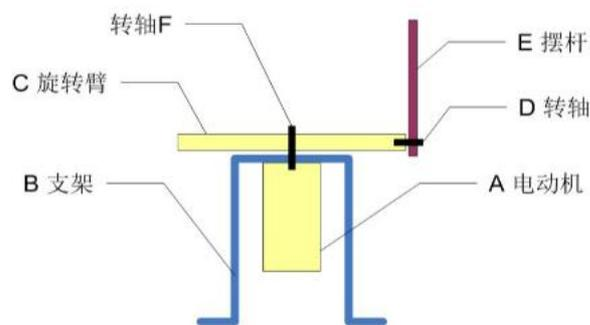

图 1 旋转倒立摆结构示意图
设计并制作一套简易旋转倒立摆及其控制装置。旋转倒立摆的结构如图 1 所示。电动机 A 固定在支架 B 上，通过转轴 F 驱动旋转臂 C 旋转。摆杆 E 通过转轴 D 固定在旋转臂 C 的一端，当旋转臂 C 在电动机 A 驱动下作往复旋转运动时，带动摆杆 E 在垂直于旋转臂 C 的平面作自由旋转。
1. 旋转倒立摆机械部分必须自制，结构要求如下：硬质摆杆 E 通过转轴 D 连接在旋转臂 C 边缘，且距旋转臂 C 轴心距离为 $20\text{cm} \pm 5\text{cm}$ ；摆杆的横截面为圆形或正方形，直径或边长不超过 1cm，长度在 $15\text{cm} \pm 5\text{cm}$ 范围内；允许使用传感器检测摆杆的状态，但不得影响摆杆的转动灵活性；图 1 中支架 B 的形状仅作参考，其余未作规定的可自行设计结构；电动机自行选型。